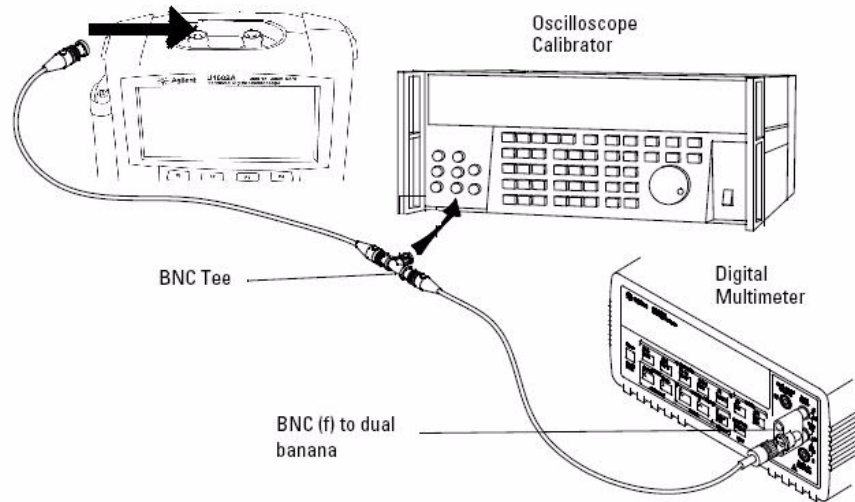

Abbildung 7-1 Testverbindung vom Eichgerät zum Instrument und zum digitalen Multimeter
- 3 Verwenden Sie das BNC T-Stück und die Kabel, um das Eichgerät/Netzteil mit dem Instrument und dem Multimeter zu verbinden. Siehe Abbildung 7-1.